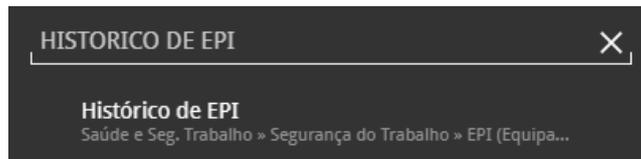

Figura 84: Histórico de EPI Caminho
1. No menu lateral, acesse o caminho (Figura 84): **Saúde e Segurança do Trabalho > Segurança do Trabalho > Histórico de EPI.**